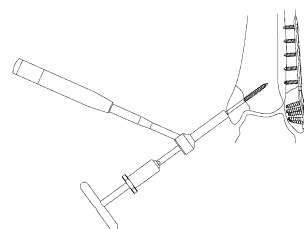

図 30
- 5) 経皮的挿入器のドリルスリーブを取り外し 4.0CCS タップにてプレタップを行います。(図 30) 後端には T ハンドル (S) が接続されます。